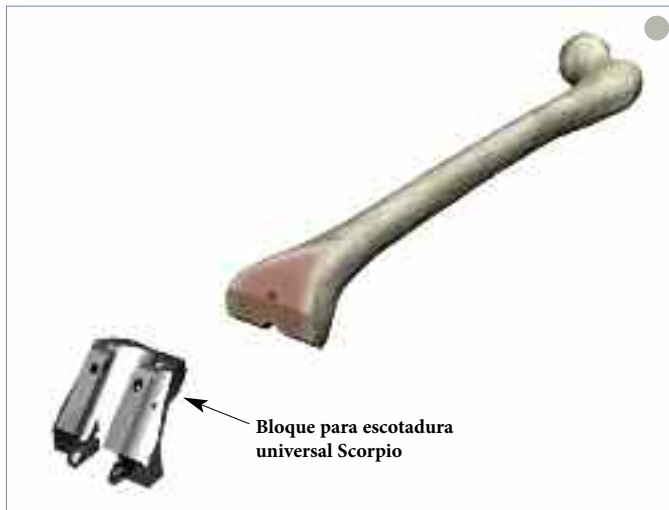

Figura 19
- ▶ Coloque el bloque para escotadura sobre el fémur distal preparado, al alinear los tetones con los orificios realizados por la guía de corte femoral. Afírmelo en la posición correcta, golpeándolo suavemente con el martillo (**Figura 19**). Para facilitar aún más la colocación, si utiliza bloques sin tetones, tenga en cuenta que el bloque tiene el mismo ancho que el implante de su tamaño.